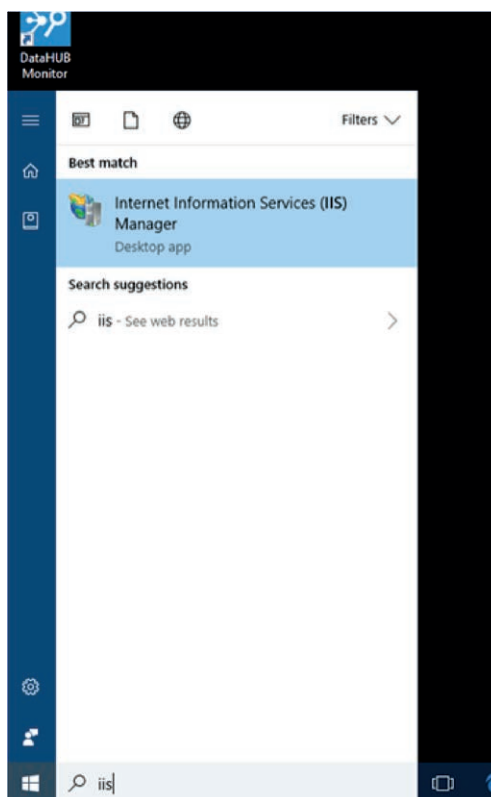

Figura 31 Selezionare “Internet information Services (IIS) Manager”
1. Aprire IIS dal menu Start di Windows. Cercare “IIS” e selezionare Internet Information Services (IIS) Manager (vedere Figura 31).